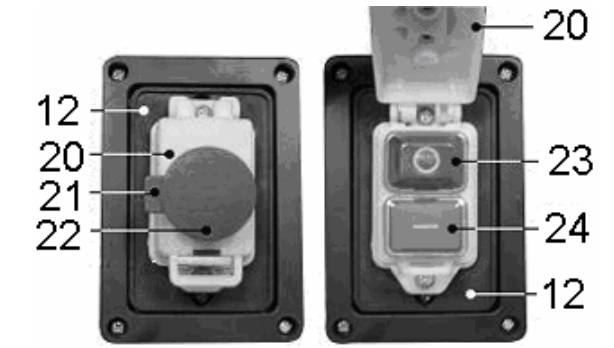

Рис.9
9.1. Действие магнитного пускателя, Рис. 9
ВНИМАНИЕ: Перед включением вилки шнура питания пылесоса в розетку электросети всегда нужно удостовериться, что магнитный пускатель (12), Рис.9, находится в исправном состоянии.